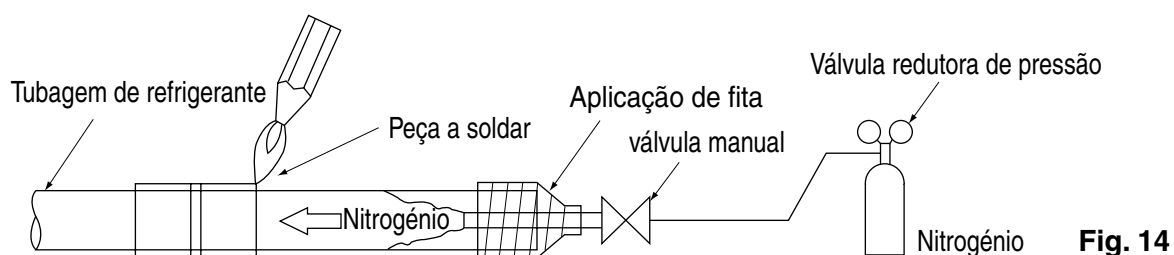

Fig. 14
- Se soldar enquanto introduz nitrogénio na tubagem, o nitrogénio deve ter uma pressão de 0,02 MPa com uma válvula redutora de pressão. **(Consulte a Fig. 14)**